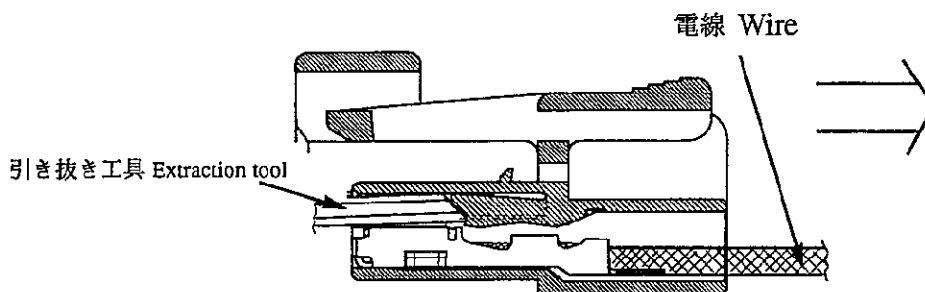

Fig. 4
3. 工具をハウジング内で挿入したまま、Fig.4のようにロッキングランスを持ち上げ、電線を矢印の方向に引いて下さい。
3. Keeping tool bottomed in cavity, with locking lance up as in Fig.4, pull the wire shown below arrow.